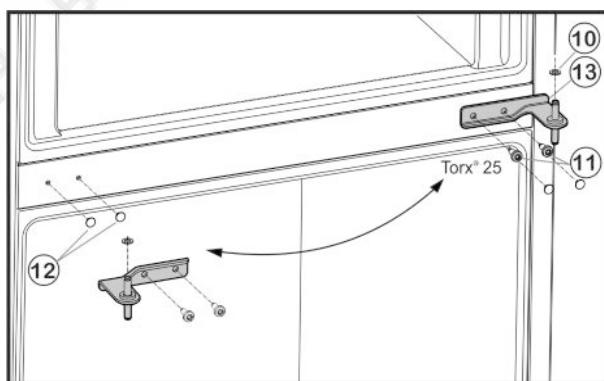

Fig. 5
- ▶ Открутите крепежные винты Fig. 5 (11) (2 шт. Torx® 25) и извлеките средний опорный кронштейн из нижней дверцы.
- ▶ Снимите пластиковую шайбу Fig. 5 (10).
- ▶ Аккуратно снимите крышки Fig. 5 (12) и вставьте их на противоположной стороне.
- ▶ Вставьте средний опорный кронштейн Fig. 5 (13) с поворотом на 180° в нижнюю дверцу и прикрутите с помощью крепежных винтов Fig. 5 (11)(2 шт. Torx® 25) на новую сторону шарнира (с моментом 4 Нм).
- ▶ Снова установите пластиковую шайбу Fig. 5 (10).
- ▶ Установите верхнюю дверцу на средний опорный кронштейн Fig. 5 (13).